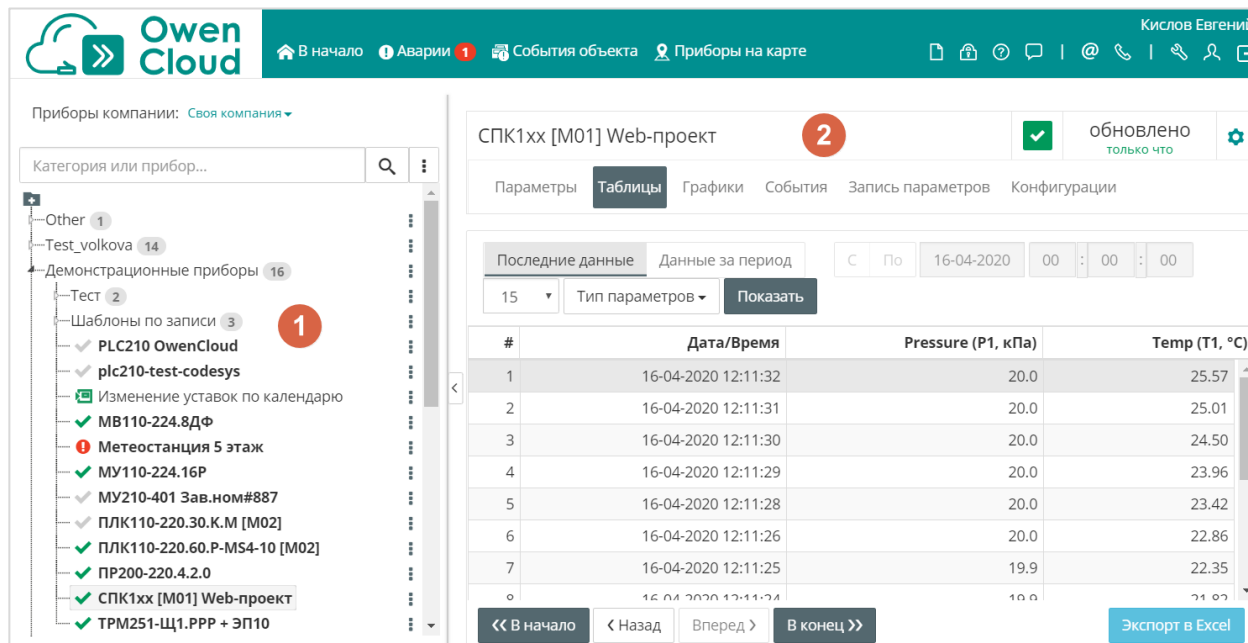

Рисунок 3.3.1 – Внешний вид главной страницы сервиса
Главная страница содержит следующую информацию (см. рисунок 3.3.1):
- Информация о выбранном устройстве (см. рисунок 3.3.1):